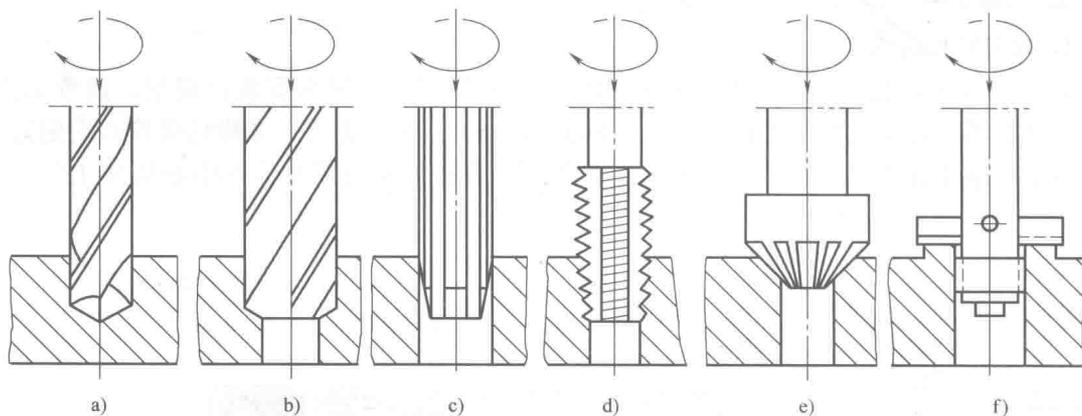

图 0-3 钻床的加工范围
(3) 钻床 钻床是钳工常用的孔加工设备, 在钻床上可以完成钻孔、扩孔、铰孔、绞孔和攻螺纹等各种方法的孔加工, 如图 0-3 所示。常用的钻床有台式钻床、立式钻床和摇臂钻床, 可以根据加工对象及加工要求的不同进行选择。